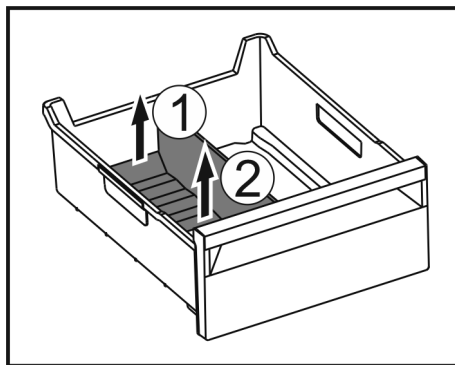

Fig. 106
- ▶ Приподнимите заднюю часть разделителя отделения для льда. Fig. 106 (1)
- ▶ Извлеките разделитель отделения для льда движением вверх. Fig. 106 (2)